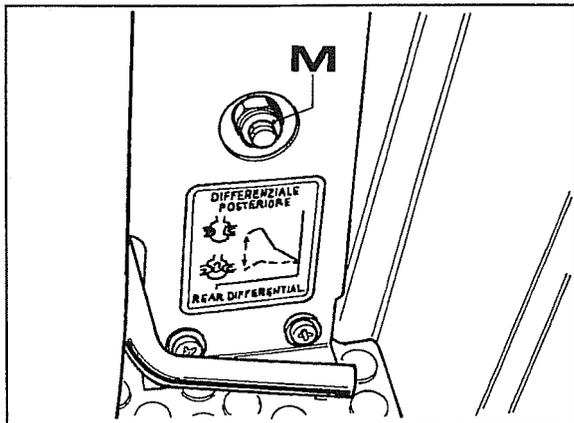

Fig. 1
- 1 Con las ruedas traseras alzadas, enroscar la tuerca de regulación frenos **M** fig.1 hasta el bloqueo de la correspondiente rueda, luego aflojar de media vuelta la tuerca controlando que la rueda gire libremente. Repetir la operación para la otra rueda.